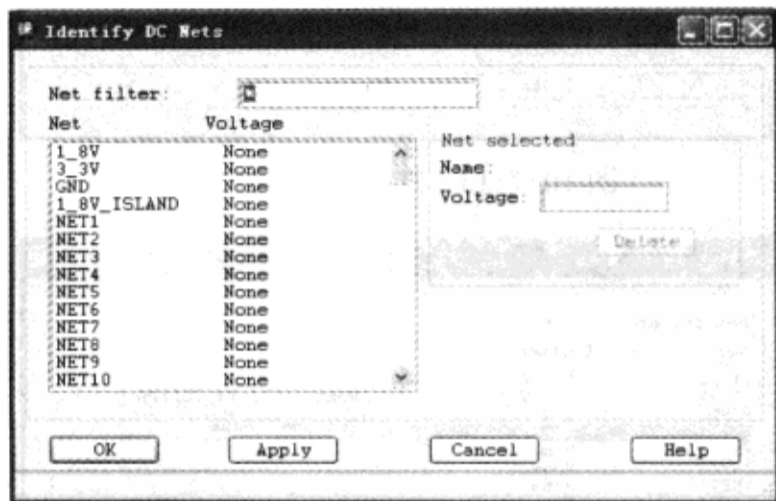

图 10-7-8 “Identify DC Nets”对话框
(1) 在“Database Setup Advisor-DC Nets”窗口中单击“Identify DC Nets”按钮，弹出“Identify DC Nets”对话框，这个对话框主要用于在网络上指定 VOLTAGE 特性，使这些网络成为 Allegro PCB PI option XL 中的直流网络，如图 10-7-8 所示。